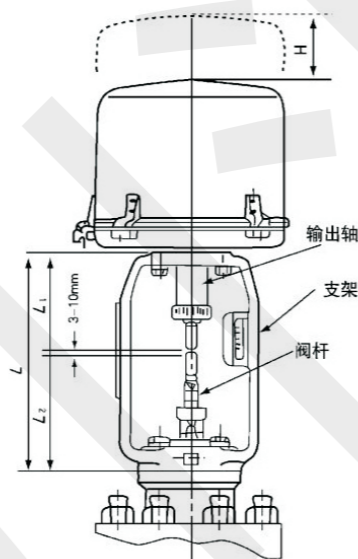

图5
5.1 由于执行器的配线、调整及检查维护等工作需要拆卸护罩，因此在安装时，执行器顶部应留有一定的空间(见图5),应留空间尺寸H见表2
5.3 执行器通过支架和调节阀联结后,用开合螺母连接输出轴和阀杆时,输出轴的下端与阀杆的上端之间应留有3~10mm距离(见图5)。